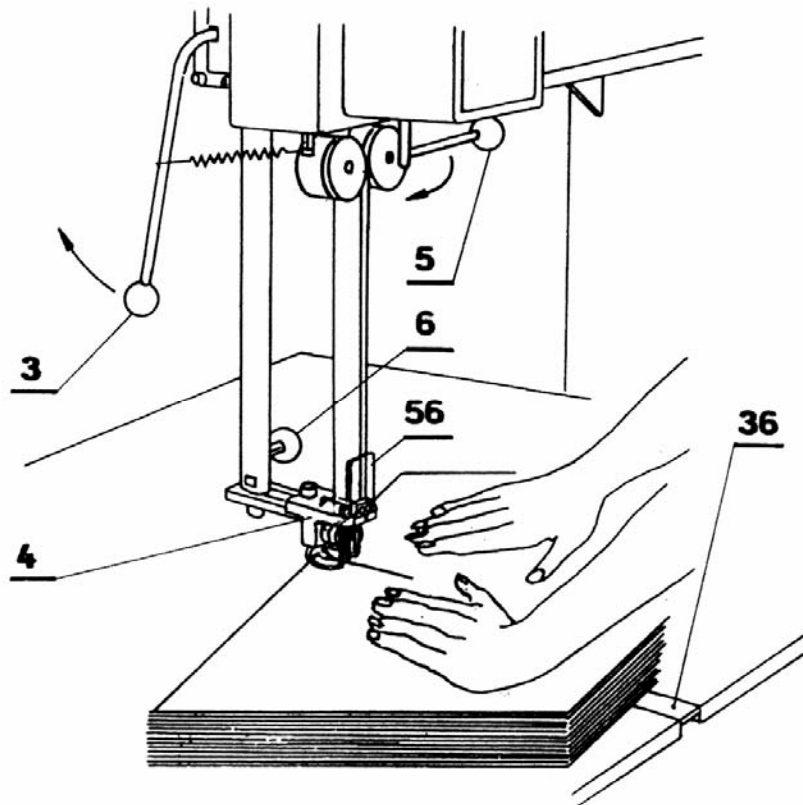
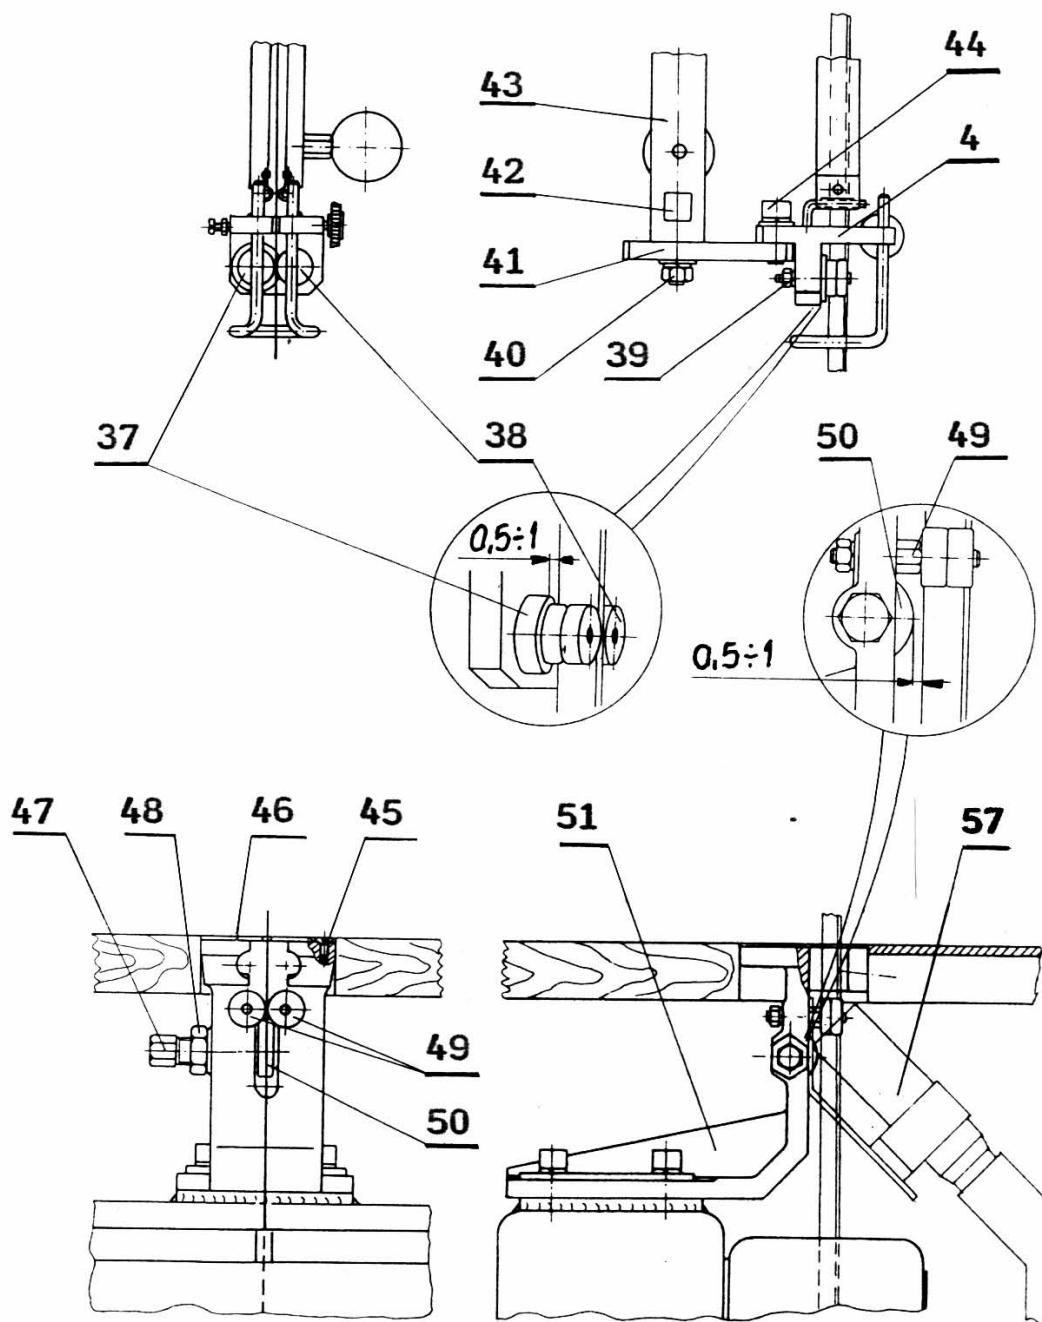

Рис. 3. Выкраивание элемента одежды.
Рис. 6 Системы ограничительных устройств
ВНИМАНИЕ! Выкраиваемым слоем материала управлять так, чтобы обе ладони всегда находились на его поверхности (рис.3) и не опирались на стол.
- вынуть планку (36) из плиты стола, защиту (56) рис. 3, правую ногу (23) рис. 5, а также (если есть) шланг (57) пылесосной системы рис. 6,
- переставить рычаг (18) (натянуть ленту),
Для того, чтобы установить зазор в верхнем ограничительном устройстве (рис. 6а) надо:
Зазор в нижнем ограничительном устройстве (рис. 6б) устанавливается в следующей последовательности:
- в верхнем ограничительном устройстве (рис. 6а) комплектные оси с подшипниками,
- в нижнем ограничительном устройстве (рис. 6б) опорный подшипник с винтом (47) и, возможно, комплектные оси с боковыми подшипниками.